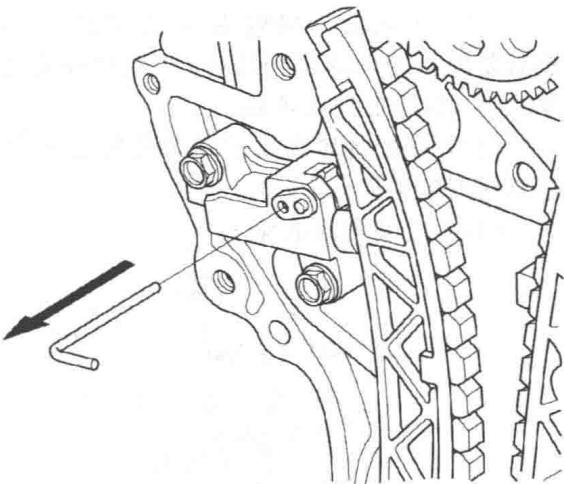

图 1-1-29
(5) 安装凸轮轴链条导板和凸轮轴链条张紧器臂。
(6) 安装正时链条自动张紧器。
(7) 将销从自动张紧器上拆下，如图 1-1-29 所示。
(8) 检查机油泵油封是否损坏。如果油封损坏，则更换油封。
(9) 将所有旧的密封胶从机油泵接合面、螺栓和螺栓孔上清除。
(10) 清理并风干机油泵接合面。
(11) 在机油泵的发动机气缸体接合面上均匀地涂抹密封胶。
(12) 在机油泵的发动机气缸体上表面接触部位和机油泵的下气缸体上表面接触部位上涂抹密封胶。